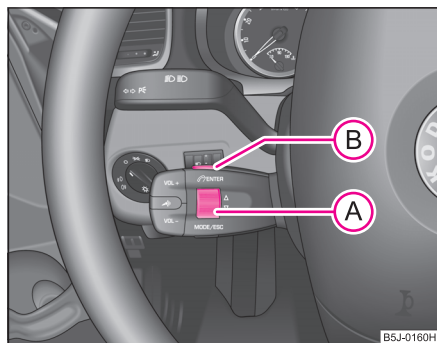

Fig. 114 Modul multi-funcțional: Tastele de comandă
- Prin apăsarea scurtă a randalinei **(A)** ⇒ **fig. 114** puteți răsfoi în memoria telefonului în căutarea numelor, resp. a meniurilor.